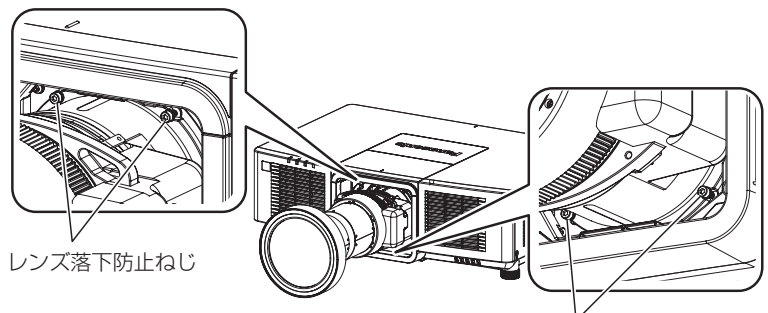

図2 レンズ落下防止ねじ
2) トップスライドカバーを取り外す (図 2)
7) トップスライドカバーを取り付ける (図 2)
- ズームレンズ（品番：ET-EMU100）を取り付けている場合は、投写レンズの周囲にあるねじ（4 本）を、ズームレンズ（品番：ET-EMU100）に付属の六角ボールポイントドライバーで取り外してください。（図 2）